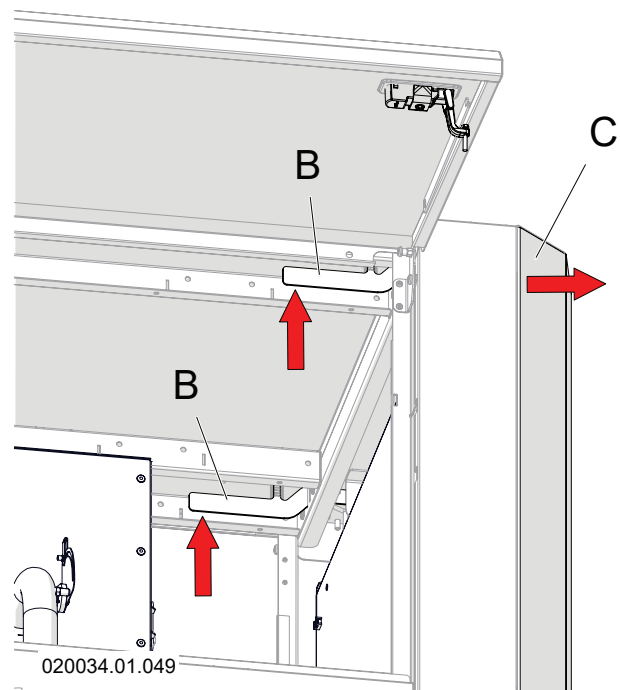

Figura 8-2 - Leve per sbloccaggio pannello frontale superiore
- 3.-sganciare il pannello "C" agendo sulle due leve "B", dall'interno dell'apparecchio, facendo attenzione a sostenerlo durante l'operazione (Figura 8-2);